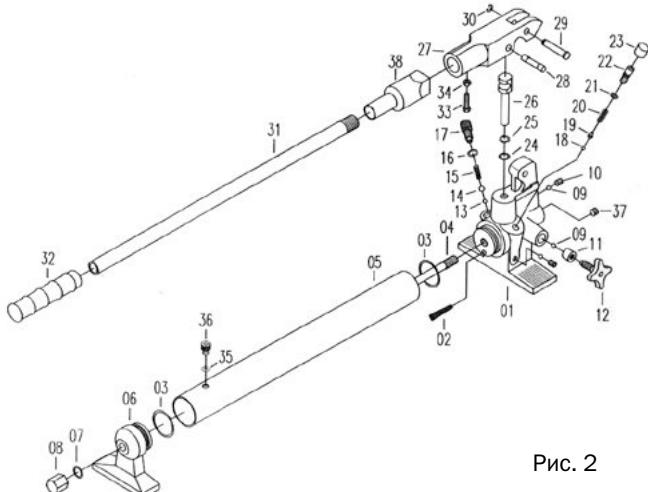

Рис. 2
2. Плотно закройте управляющий клапан (Рис.2, п.12) поворотом его головки по часовой стрелке. Пожалуйста, делайте это аккуратно. Приложение большого усилия может привести к повреждению клапана.
3. Качая ручку насоса (Рис.2, п.31) вверх-вниз, создайте давление в насосе. Ручка насоса связана с плунжером, который осуществляет возвратно-поступательное движение и тем самым создаёт нагнетание гидравлического масла. Рабочее давление, необходимое для работы гидравлического оборудования и ручного инструмента, достигается при помощи одноступенчатой системы подачи масла, при этом величина максимального давления настраивается производителем на заводе с помощью предохранительного клапана.
4. Для сброса давления откройте управляющий клапан (Рис.2, п.12) поворотом против часовой стрелки.
1. Когда ручной гидравлический насос не используется, он должен храниться с открытым управляющим клапаном (Рис.2, п.12)
2. Для проверки уровня масла приведите гидравлический насос в вертикальное положение. Извлеките масломерный стержень и определите по нему уровень масла. Если необходимо, добавьте гидравлическое масло в систему через заливной клапан (Рис.2, п.8), пока его уровень не дойдёт до верхней контрольной отметки уровня на стержне. Гидравлический насос на заводе был заправлен высококачественным гидравлическим маслом. Используйте только специальное веретённое масло.